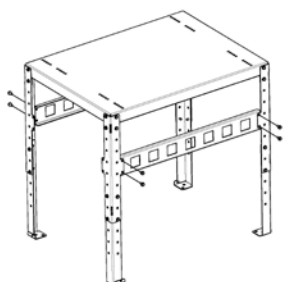

Fig. 40 - Assembler les renforts
- Fixer les 2 petites traverses de la structure (voir **Fig. 40**).